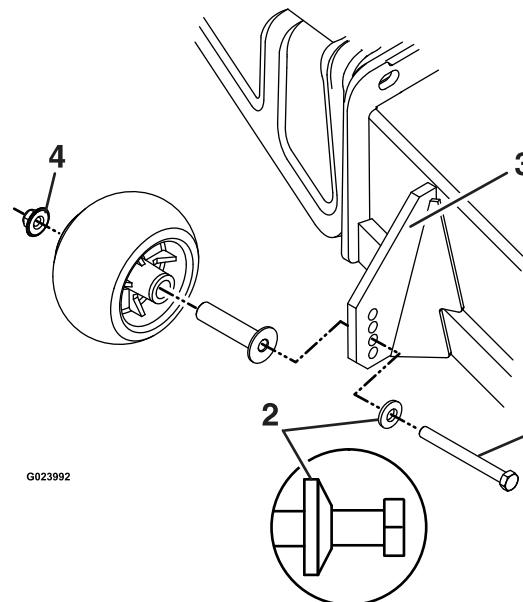

Figura 20
- Asegúrese de instalar los pernos de los rodillos con la arandela elástica entre la cabeza el perno y el soporte de montaje (ver Figura 20).